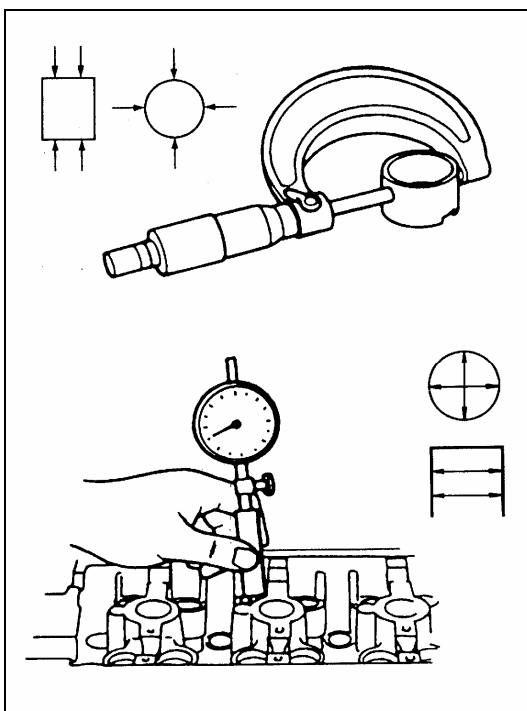

Рис. 4-95.
2). Измерить диаметры отверстий толкателей клапанов в головке блока цилиндров и внешние диаметры толкателей клапанов, если измеренная величина выходит за пределы диапазона допустимых значений (Таблица 4-7), заменить толкатели и головку блока цилиндров, смотри Рис. 4-95.